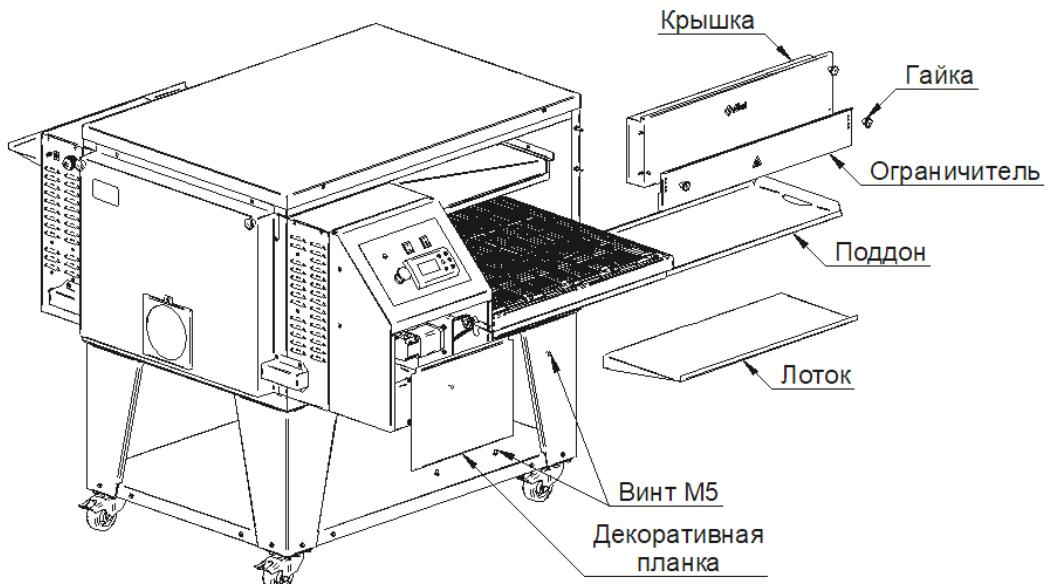

Рис. 10
1. Вынуть конвейер из корпуса изделия: для этого необходимо снять декоративную планку под панелью управления, открутив четыре винта M5. Снять лотки и поддоны с конвейера, крышки, ограничители с корпуса, открутив гайки M6 (см. Рис. 10).